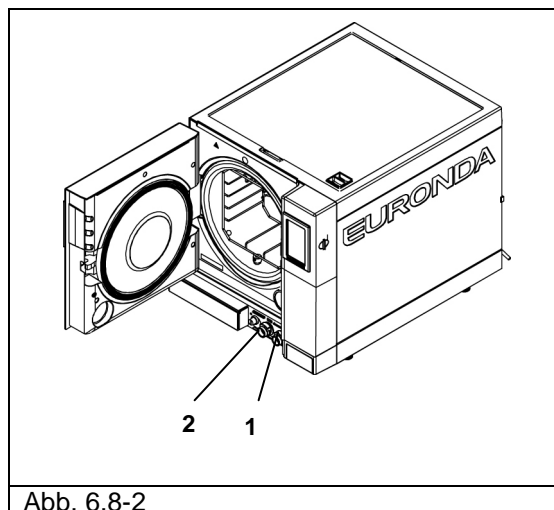

Abb. 6.8-2
**ACHTUNG:** Vor einem Gerätetransport müssen immer **beide Tanks geleert werden**. Hierzu den mitgelieferten Abflussschlauch benutzen. Zum Entleeren des Frischwassertanks ein Schlauchende in den Anschluss mit der blauen Taste an der Vorderseite unten (1 in Abb. 6.8-2) stecken und das andere Ende in einen leeren Behälter einführen.
Einen leeren Behälter bereitstellen, den mit dem Gerät gelieferten durchsichtigen Schlauch in den Anschluss mit der grauen Taste unten an der Vorderseite stecken (2 in Abb. 6.8-2). Nach Ablauf des Brauchwassers den Schlauch vom Anschluss abziehen, indem auf dessen Taste gedrückt wird.